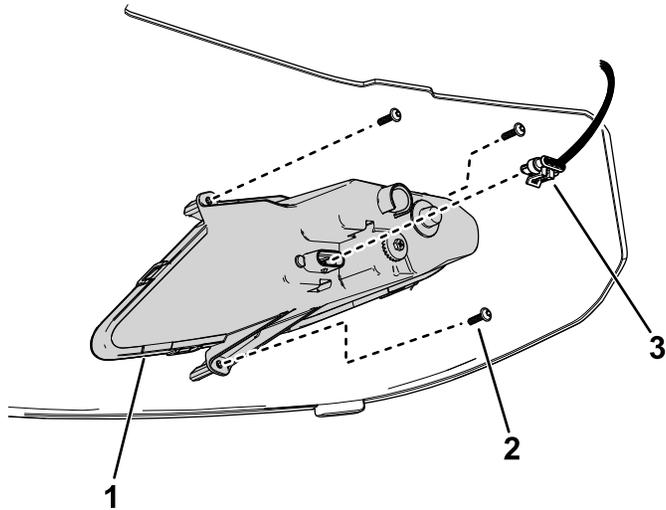

図 34
- ヘッドライドに接続されているワイヤハーネスのコネクタを外す 図 34。
- ヘッドライドに接続されているワイヤハーネスのコネクタを取り付ける 図 34。